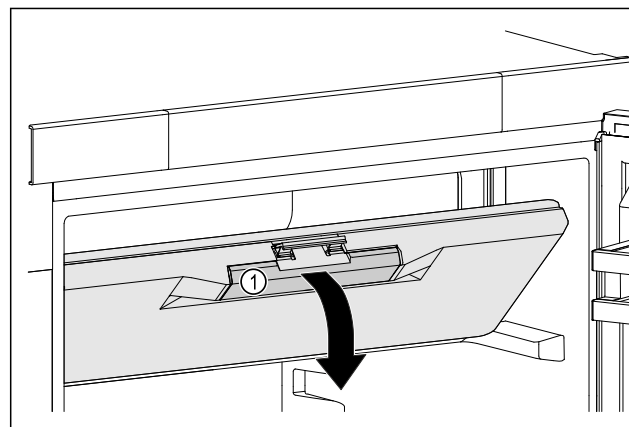

Fig. 27
- Saisir la porte du congélateur par la poignée encastree Fig. 27 (1).